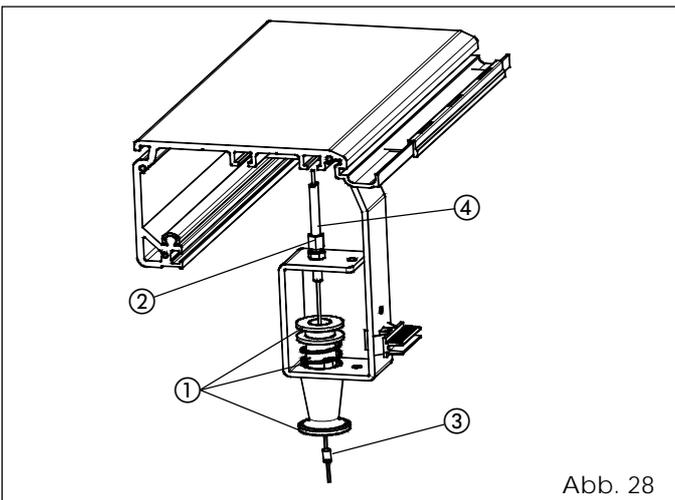

Abb. 28
- Den Freigabegriff gemäß Abb. 28 - Bez. ① zusammenbauen.
- Das Register mit den entsprechenden Sperrmuttern an der inneren Seite des Bügels anschrauben (Abb. 28 - Bez. ②).
- Das Stahlkabel mit der Kabelschelle und der entsprechenden Schraube blockieren (Abb. 28 - Bez. ③).
- Den Kabelmantel bis zum Anschlag am Register ziehen (Abb. 28 - Bez. ④).